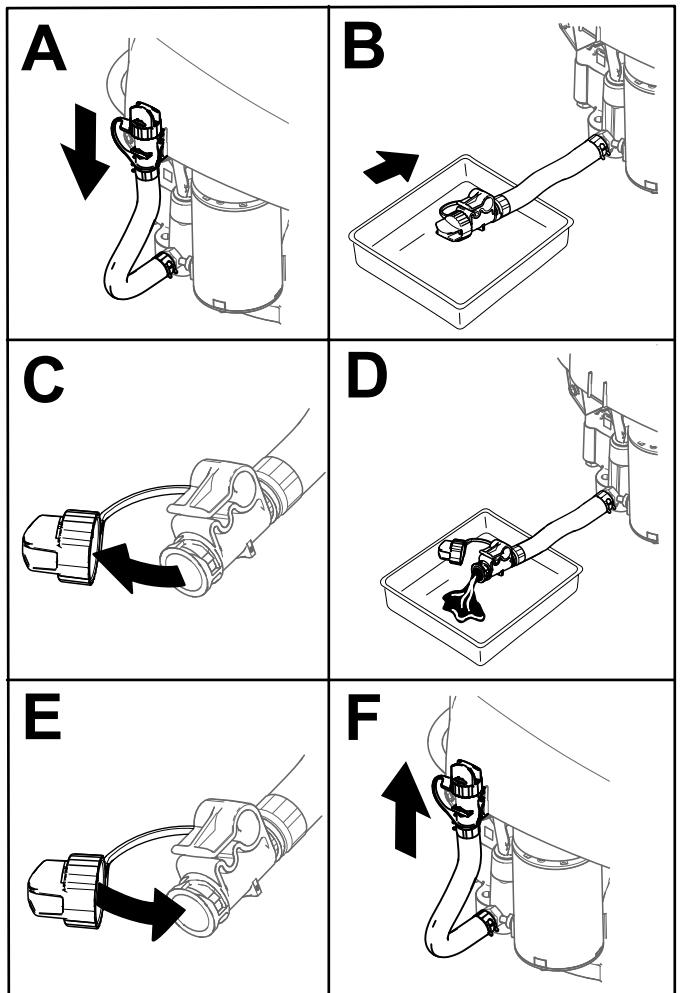

Рисунок 42
- Слейте масло из двигателя (Рисунок 42).